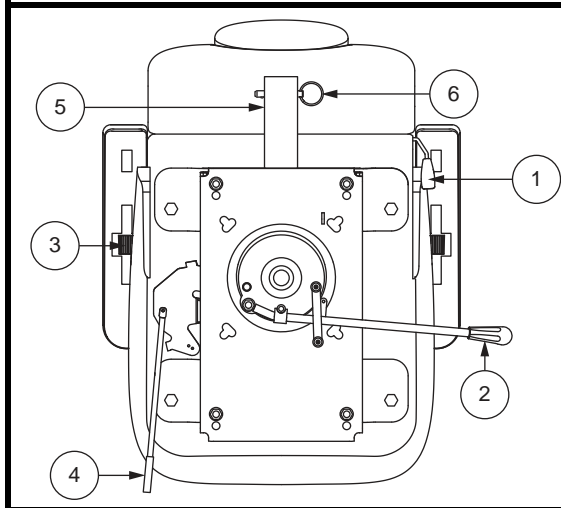

Figura 17. Regolazioni del sedile
Se lo scooter è dotato di uno schienale reclinabile, per regolare il sedile reclinabile dello scooter, osservare questi passaggi. Vedere figura 17.
1. Tirare verso l'esterno la leva di scorrimento del sedile. Vedere figura 17.
L'inclinazione del bracciolo dello scooter è regolabile verso il basso o verso l'alto ruotando l'apposito selettore. **Vedere figura 17.**
1. Tirare verso l'esterno la leva scorrimento sedile (ubicata sul lato inferiore sinistro del sedile). **Vedere figura 17.**
La staffa accessoria montata posteriormente consente di collegare un accessorio personale, come un cestino, un porta-deambulatore, o una bombola di ossigeno alla parte posteriore dello scooter. Utilizzare il perno di fermo per fissare in modo sicuro l'oggetto alla staffa accessoria. **Vedere figura 17.** Per dettagli rivolgersi al fornitore autorizzato.